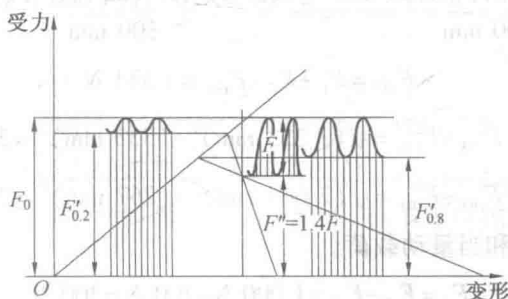

图 9
(3) 由图 9 可知,为了降低螺栓的受力,提高螺栓的承载能力,应使相对刚度值尽量小。